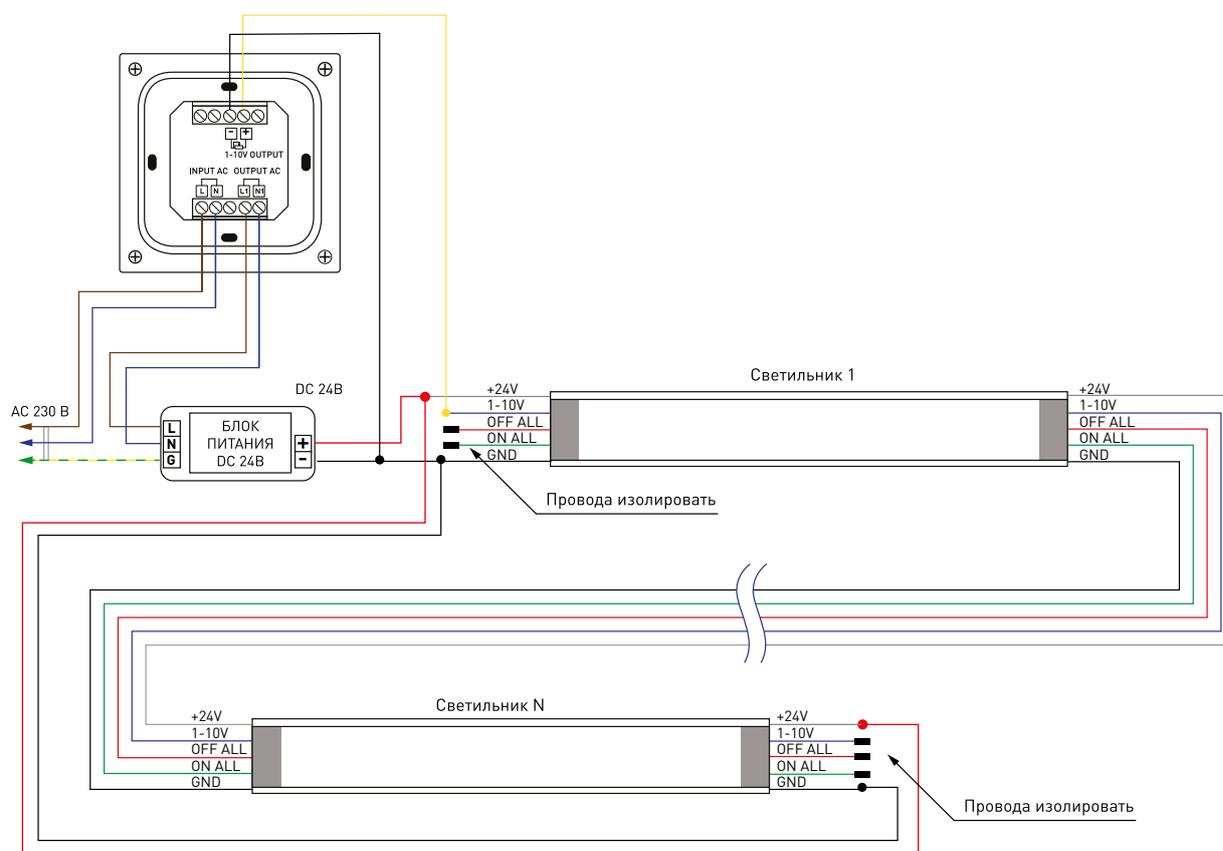

Рис. 2. Последовательное подключение группы светильников
- Рекомендуется подключение питания с обеих сторон группы при последовательном соединении светильников (рис. 2) для обеспечения равномерного свечения светильников по всей длине группы.
Регулировка яркости свечения всех или нескольких светильников группы осуществляется с помощью стандартной панели управления 1–10 В при необходимости. Схемы подключения приведены на рис. 2 и 3. Автоматически устанавливается максимальная яркость свечения светильников, не подключенных к линии управления 1–10 В. Панель управления в комплект поставки не входит и приобретается отдельно. Если управлять яркостью свечения не нужно, панель 1–10 В не подключается, при этом автоматически устанавливается максимальная яркость свечения всех светильников группы.